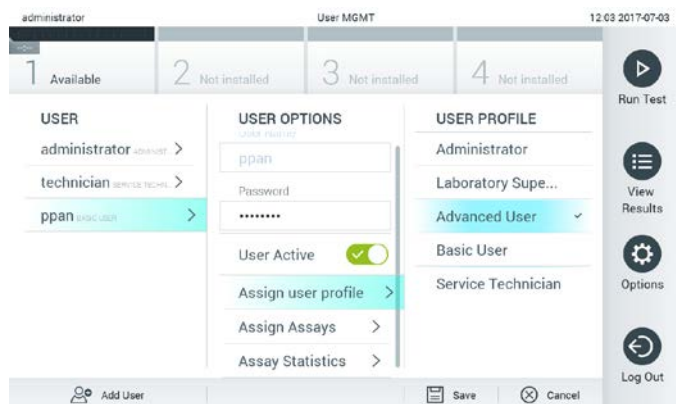

図 53. ユーザープロファイルをユーザーに割り当てる。
- **Assign User Profile**（ユーザープロファイルの割り当て）：そのユーザーに別のユーザープロファイル（管理者、検査室監督者、アドバンスユーザー、ベーシックユーザーなど）を割り当てることができます。コンテンツエリアの右側のリストから適切なユーザープロファイルを選択します（図 53）。